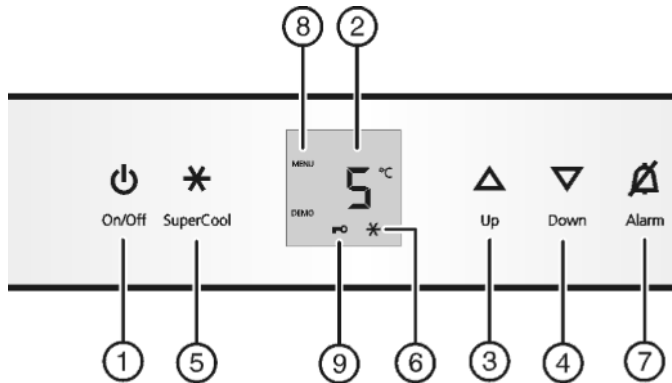

Fig. 2
- ▶ Натисніть клавішу On/Off Fig. 2 (1).
- ▶ Вмикання режиму настройки: натисніть клавішу SuperCool Fig. 2 (5) і утримуйте близько 5 секунд.
- ▷ Світиться символ "Меню" Fig. 2 (8).
- ▶ Для підтвердження натисніть і швидко відпустіть клавішу SuperCool Fig. 2 (5).
- ▶ Для увімкнення функції захисту натисніть і швидко відпустіть клавішу SuperCool Fig. 2 (5).
- ▷ Світиться символ "Функція захисту" Fig. 2 (9). На індикаторі блимає **с**.
- ▶ Для вимкнення функції захисту натисніть і швидко відпустіть клавішу SuperCool Fig. 2 (5)..
- ▷ Гасне символ функції захисту Fig. 2 (9). На індикаторі блимає **с**.
- ▶ Вихід з режиму настройки: Натисніть клавішу On/Off Fig. 2 (1).
- ▶ натисніть сигнальну клавішу Alarm Fig. 2 (7).
- ▶ Настройка більш високої температури: Натисніть клавішу Up Fig. 2 (3).
- ▶ Настройка більш низької температури: Натисніть клавішу Down Fig. 2 (4).
- ▶ натисніть і швидко відпустіть клавішу SuperCool Fig. 2 (5).
- ▷ Світиться символ SuperCool Fig. 2 (6).
- ▷ Вимикається символ SuperCool Fig. 2 (6).